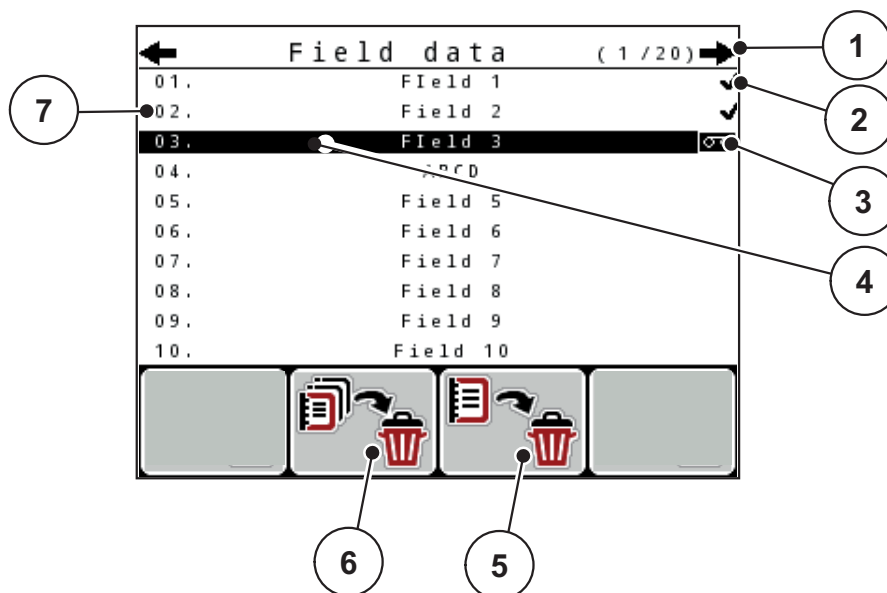

図 4.21: カウントファイルメニュー
3. **削除**アイコンの下のファンクションキー **F3** を押します (図 4.21 を参照)。
2. **全て削除**アイコンの下のファンクションキー **F2** を押します (図 4.21 を参照)。